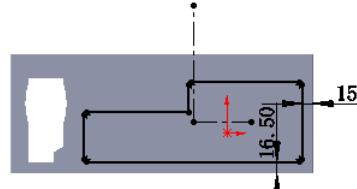

图 17.7.61 横断面草图
(4) 编辑草图，如图 17.7.61 所示。退出草图环境，完成成形特征 1 的创建。